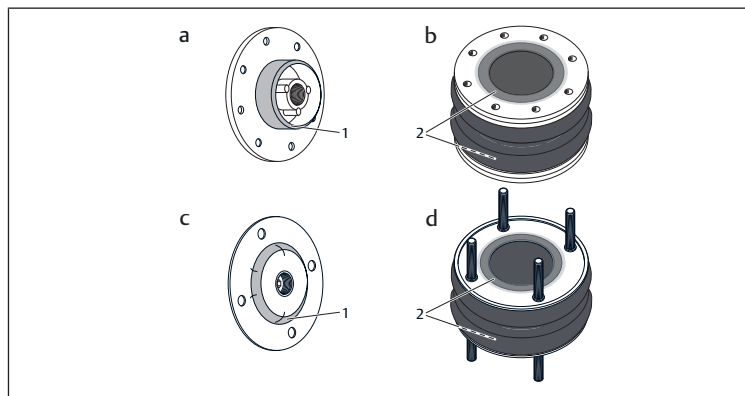

Abb. 2: Benetzungsbereich Deckel (1) | Benetzungsbereich Balg (2)
1. Benetzen Sie vor der Montage die Öffnungen des Balgzylinders und den Fassungsringbereich der Deckel mit Seifenwasser (siehe Abb. 2).